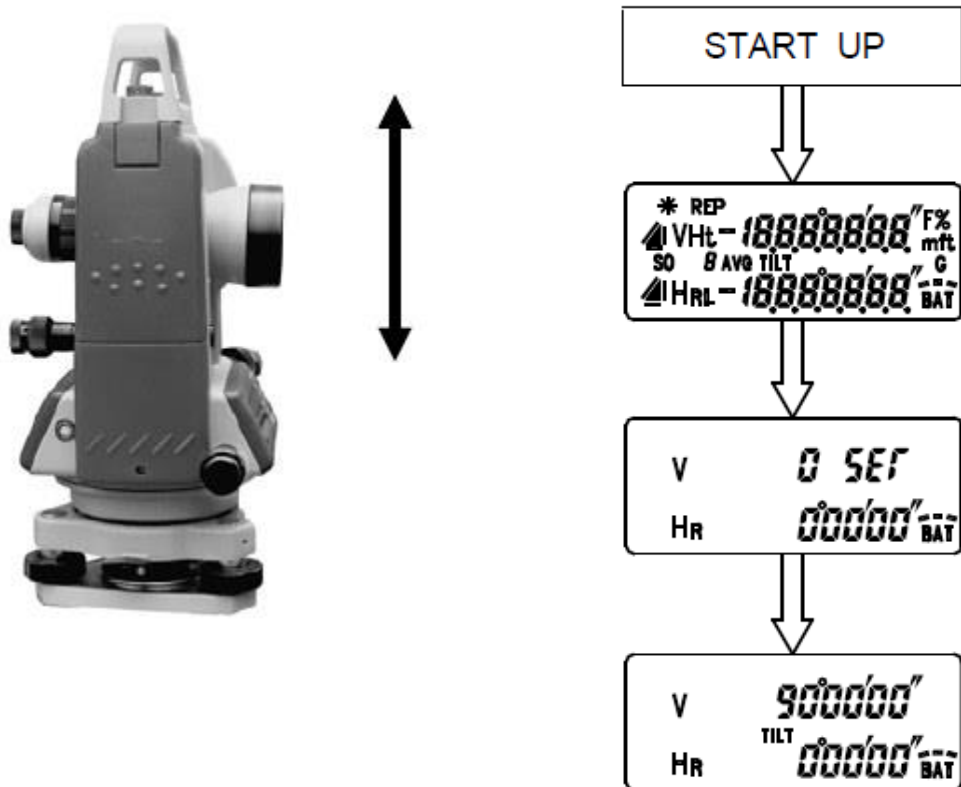

Рисунок 5.4 – Індикація на дисплеї кутових відліків
- увімкніть живлення, у результаті протягом 2 секунд на дисплеї висвітляться усі символи, після чого необхідно нахилити трубу у обидва боки для встановлення чіткого індексу вертикального круга (рис. 5.4);